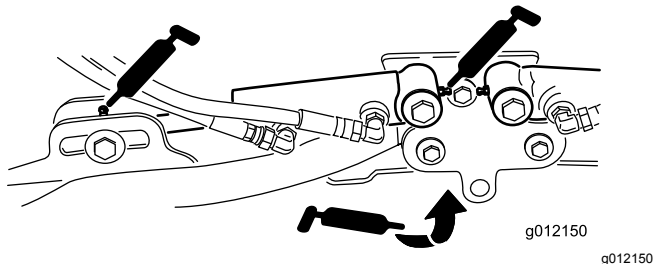

Figura 37
- Cilindros del brazo de elevación de la unidad de corte (2 en cada) (Figura 37)